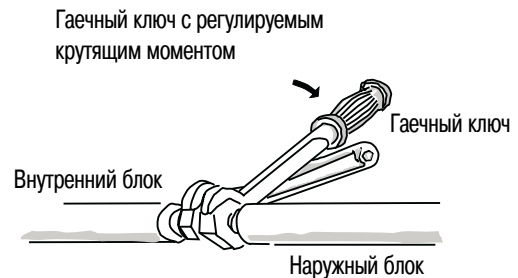

Рис. 30
- Прочно соедините трубу хладагента, выходящую из стены с внутренней стороны, с наружной трубой (рис. 30).